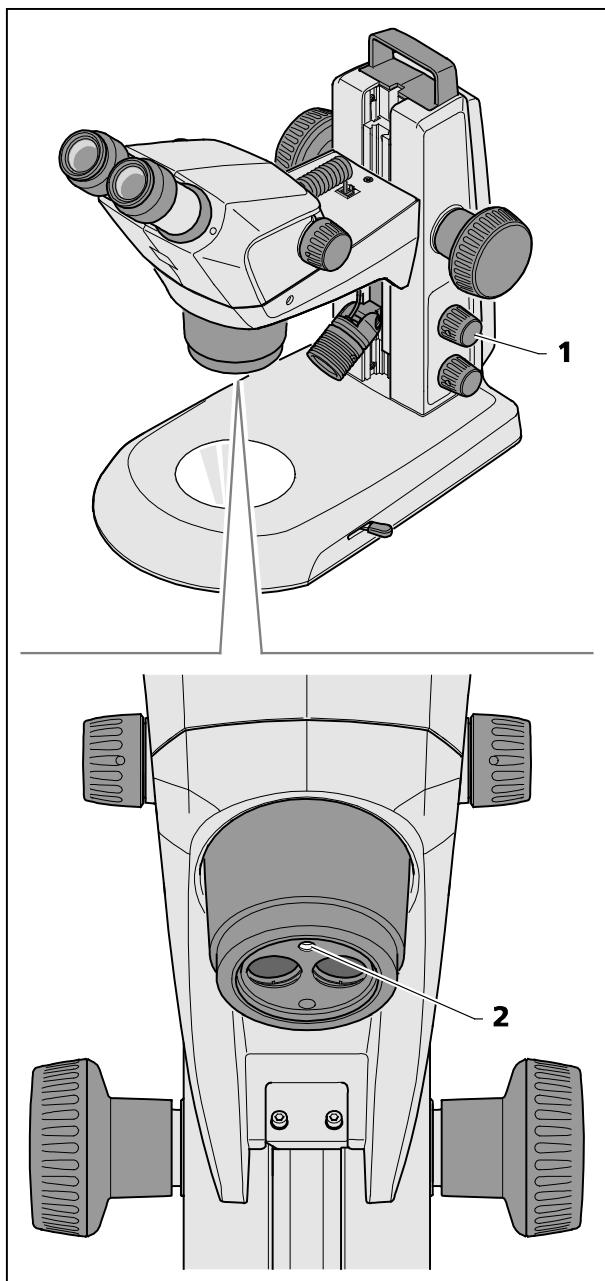

图20 设置垂直照射
- 单击旋钮（图20/1）可依次打开或关闭垂直照射（图20/2）。